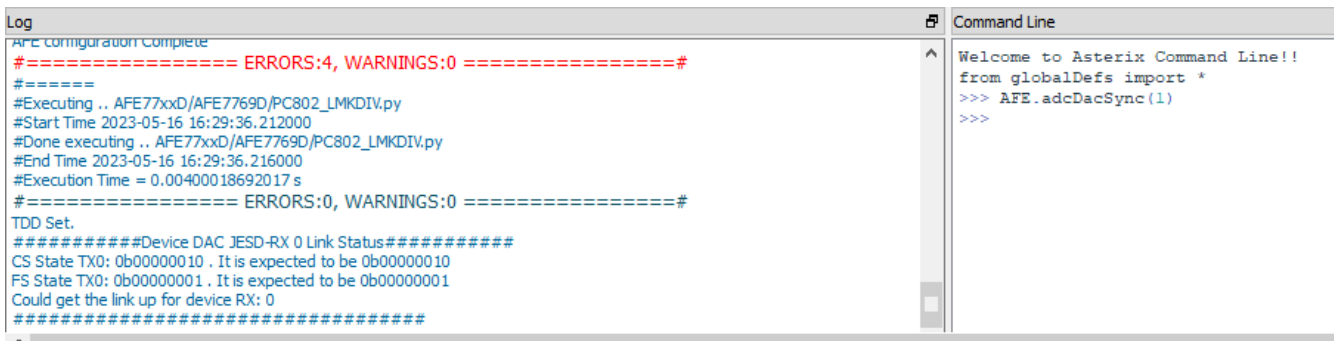

图 3-19. JESD 链路启动
12. 按照 2.2 节中的 **PC802 EVB RFIC 演示用户指南** (版本 3) 继续设置 RNS802。进入第 2.2.5 节后，在测试模式工具上输入 **start** 命令开始发送数据后，在 AFE77xxD GUI 的命令行中键入 “AFE.adcDacSync(1)” 命令。现在，您应该能够在日志窗口中看到一份报告，报告指出 JESD 链接已建立且没有错误，如 图 3-19 所示。数据现在流经 AFE TX 通道。